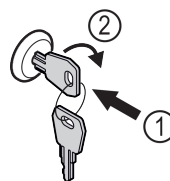

Fig. 87 Примерно изображение
- Пъхнете ключа Fig. 87 (1).
- Завъртете го на 90° по посока на часовниковата стрелка Fig. 87 (2).